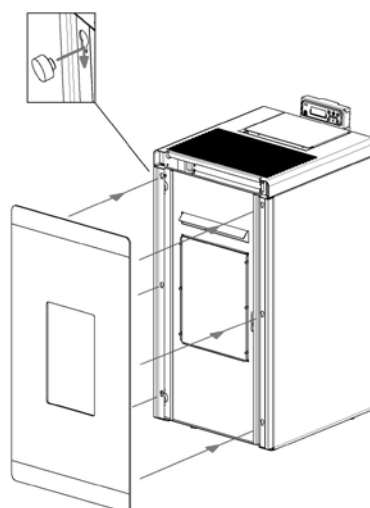

Fig. 47 - Positionner le verre
- Positionner le verre sur la porte en métal: accrocher les têtes des vis sur les trous de la porte (voir **Fig. 47**).